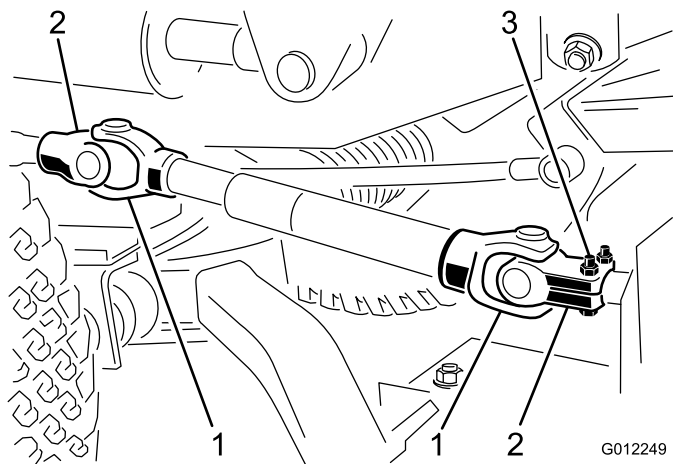

図 11
2. ヨークをシャフトに入れ、ロールピンとキャップスクリュー5/16 x 1-3/4 インチ2本とロックナット5/16 インチで固定する 図 11。